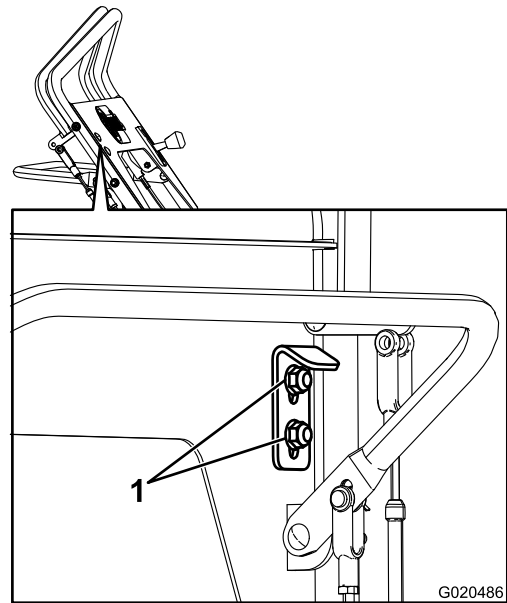

Figure 38
- Desserrez les 2 écrous sur la butée de marche arrière (Figure 38).
- Abaissez la butée au point milieu ou juste après et resserrez les 2 écrous (Figure 38).